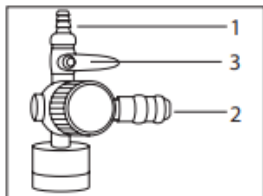

Рис. 4
9. Благодаря конструкции компрессора, Вы можете подключать одновременно два инструмента. На выходе из компрессора предусмотрены штуцера двух типов: «елочка» (Рис. 4, п. 1) и быстросъемный (Рис. 4, п. 2).
К инструменту, подключенному к быстросъемному штуцеру, воздух поступит автоматически. Для подачи давления к инструменту, подключенному к штуцеру типа «елочка», откройте шаровой кран (3) (Рис.4). Рабочее давление на выходе может изменяться непосредственно в процессе работы регулятором (7) (Рис.1). Также можно отрегулировать расход воздуха отдельно только у инструмента, подключенного к штуцеру типа «елочка» посредством регулировки положения крана (3) (Рис.4).
расхода воздуха краном, т.е. при увеличении расхода воздуха через штуцер (1) (Рис.4) будет уменьшаться расход воздуха через штуцер (2) (Рис.4), и наоборот.
- к штуцеру типа «елочка» – закройте кран (3) (Рис.4), ослабьте хомут (если установлен), смените шланги инструмента, снова затяните хомут и откройте кран, установив необходимый расход воздуха;
3. Снизьте давление до 1 бар, открыв штуцер «елочка» (1) (Рис.4).